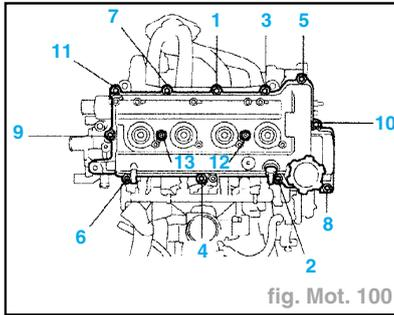

fig. Mot. 100
- Reposer le cache-soupapes et le support de câble avec les 11 boulons, 2 rondelles d'étanchéité et 2 écrous (fig. Mot. 100).